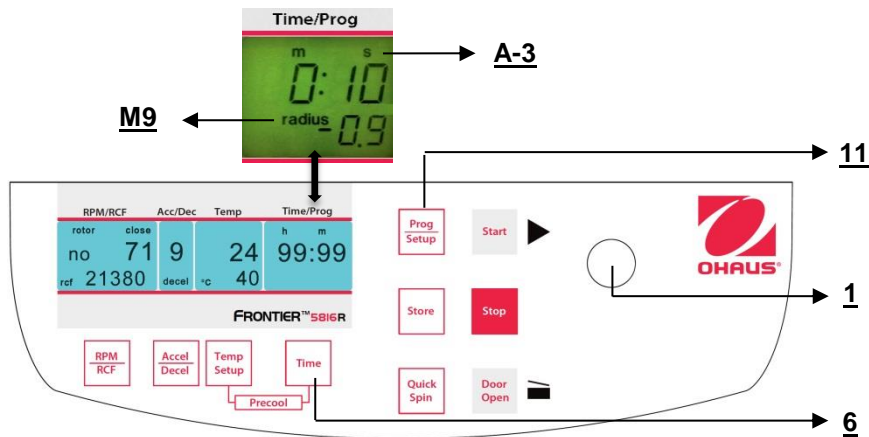

Abbildung. 21.
Wenn Sie Adapter oder Reduzierer benutzen, könnte es den Zentrifugalradius des entsprechenden Rotors verändern. In diesem Fall können Sie den korrekten Radius manuell korrigieren. Gehen Sie bitte wie folgt vor: Schliessen Sie den Deckel, drücken Sie dann die Taste "**Time**" (6) (siehe Abbildung 21) und die Taste "**Prog/Setup**" (11) zur gleichen Zeit und halten Sie sie.